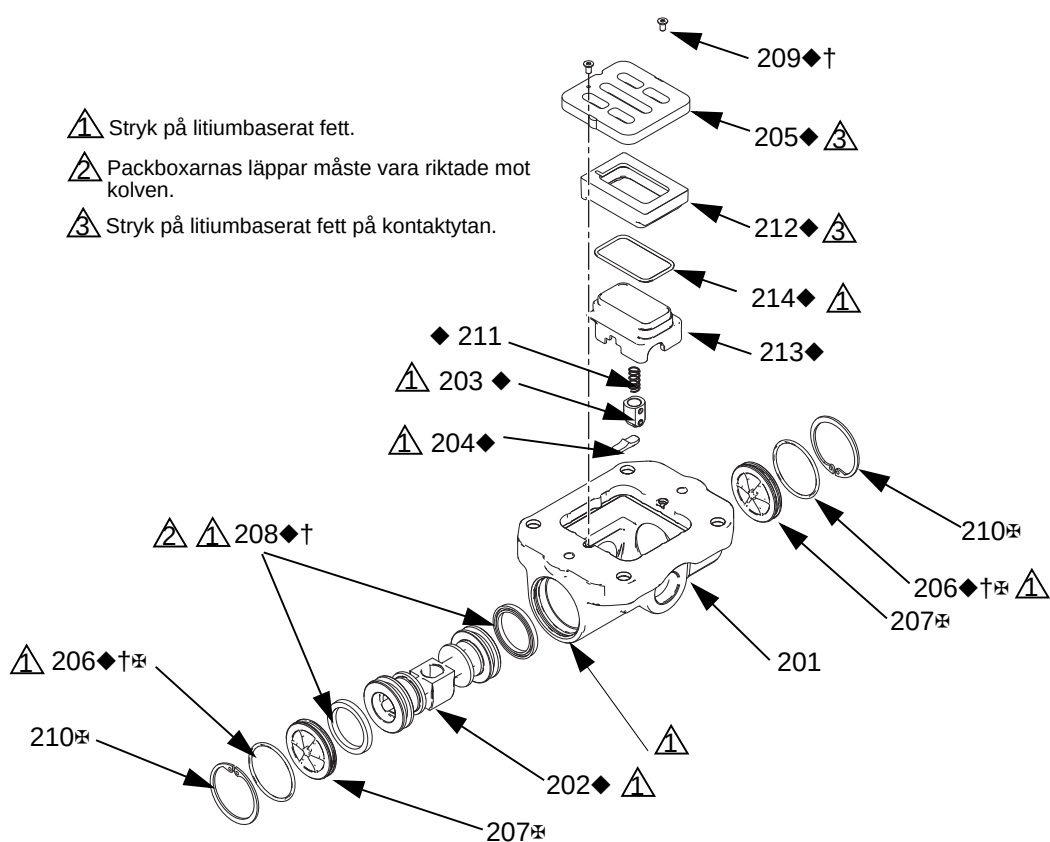

FIG. 2. Montering av luftventil
2. Se FIG. 2. Använd en torx-mejsel (T8 för mittsektioner av aluminium, T10 för mittsektioner av plast) för att ta bort två skruvar (209). Ta bort ventilplatta (205), koppenhet (212–214), fjäder (211), och hållarenhet (203).
3. Dra av koppen (213) från basen (212). Ta bort o-ringen (214) från koppen.
4. Se FIG. 2. Ta bort hållarringen (210) från luftventilens båda ändar. Använd kolven (202) och tryck ut ändlocket (207) ur ena änden. Ta bort packboxen (208). Dra ur kolven ur änden och ta bort den andra packboxen (208). Ta bort det andra ändlocket (207) och o-ringarna (206).
5. Ta bort hållarkammen (204) från luftventilshuset (201).